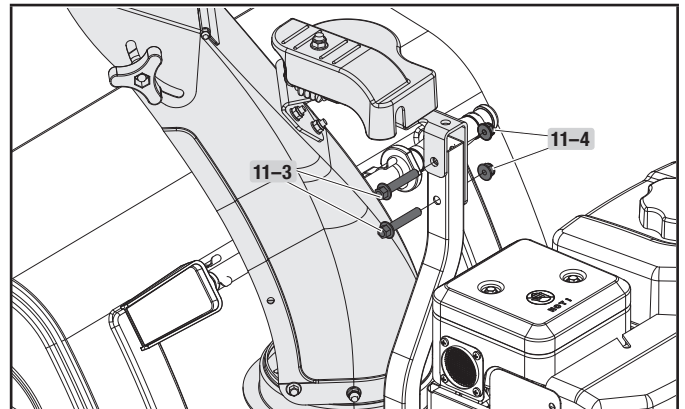

Figure 11B
3. Retirer les boulons (11-3) et les écrous (11-4) sur la neige soutien de décharge. Placez la goulotte de décharge de neige sur la base du corps de l'unité. Fixez le support d'évacuation de la neige à l'aide de boulons (11-3) et écrous (11-4). (figure 11B)